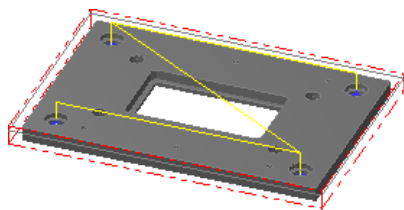

图 2.28 刀具路径
Step6. 单击“2D 刀具路径-螺旋铣孔”对话框中的 按钮，完成加工参数的设置，此时系统将自动生成图 2.28 所示的刀具路径。